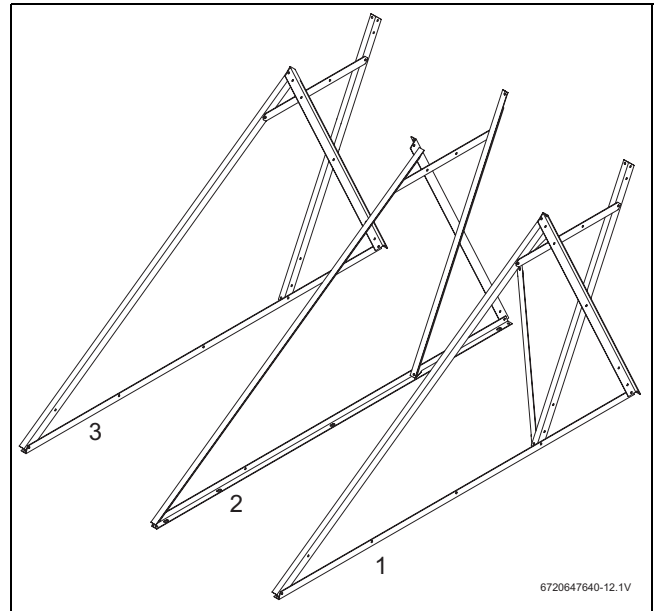

Fig. 21 Montar otros triángulos laterales
- el triángulo del medio (→ Fig. 21, [2]) de forma simétrica al primero [1],
- el triángulo izquierdo (→ Fig. 21, [3]) como el primer triángulo lateral [1].